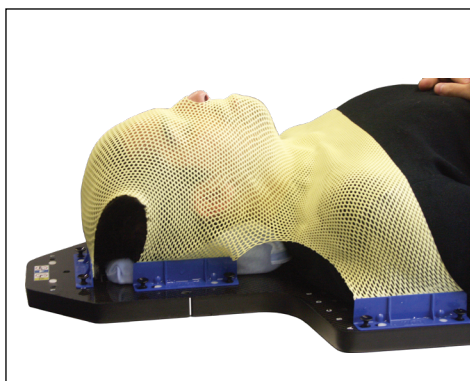

Figure 1
1. Placer le masque sur patient, en alignant les broches du masque avec les orifices de fixation du plateau (Figure 1).